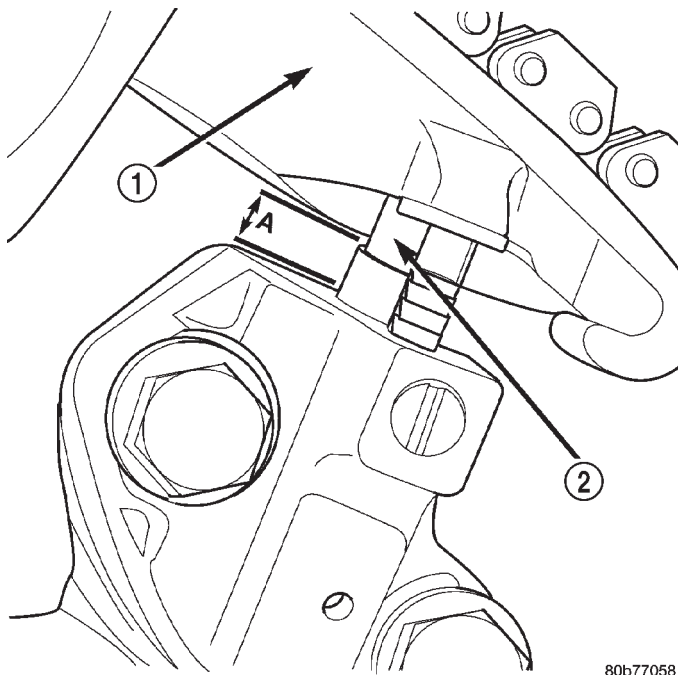

Abb. 11 Überprüfung der Sekundärsteuerketten auf Dehnung
(1) Steuerkettendeckel abbauen. Siehe hierzu "Steuerkettendeckel" in diesem Abschnitt.
(2) Um festzustellen, ob die Sekundärsteuerketten verschlissen sind, muß der Motor im Uhrzeigersinn gedreht werden, bis der Kolben des Kettenspanners am weitesten ausgefahren ist. Abstand zwischen dem Spannergehäuse der Sekundärkette und der Verstärkungsrippe auf dem Kolben messen (Abb. 11). Der Abstand an Punkt (A) muß weniger als 15 mm (0,5906 Zoll) betragen.
(3) Falls das Meßergebnis über dem Sollwert liegt, sind die Sekundärsteuerketten verschlissen und müssen ersetzt werden. Siehe hierzu "Steuerkette und Kettenräder" in diesem Abschnitt.